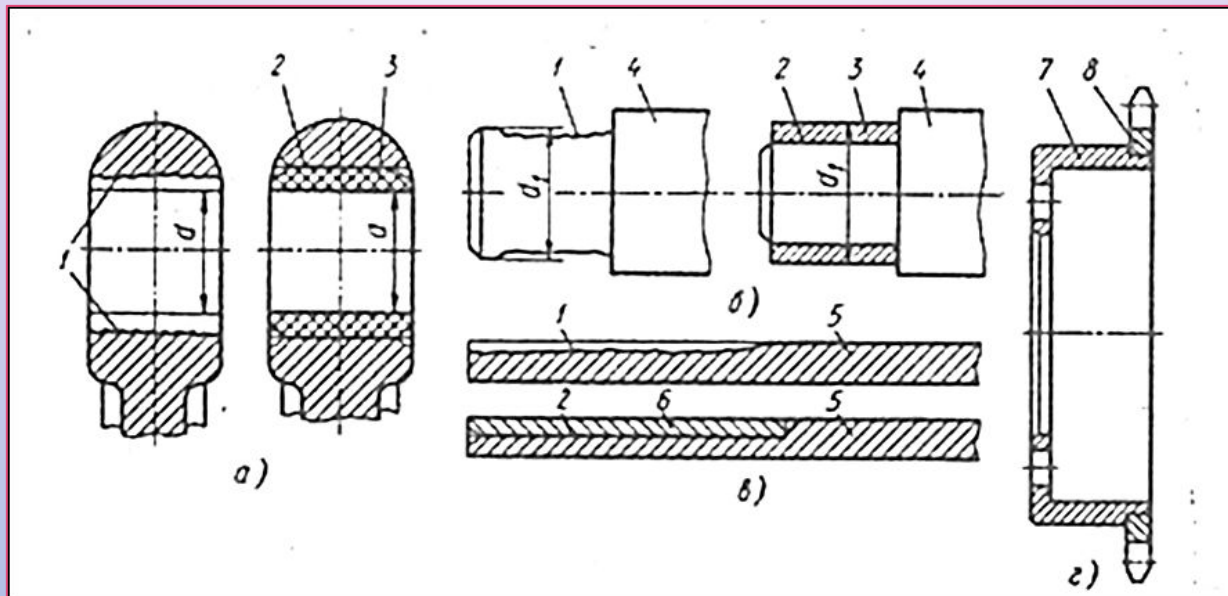

РИС.1. СПОСОБЫ РЕМОНТА ОБРАБОТКОЙ ПОД НОМИНАЛЬНЫЙ РАЗМЕР:
- **РЕМОНТ ПОД НОМИНАЛЬНЫЙ РАЗМЕР** (РИС.1)